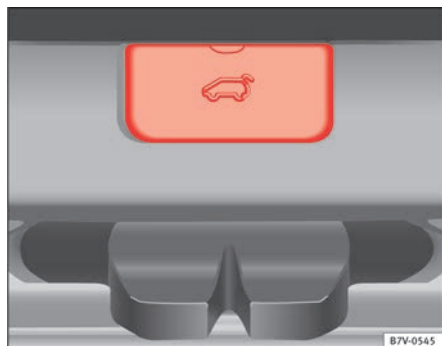

Fig. 191 Desde el maletero: Desmontaje de la tapa del portón trasero.
- Retirar la tapa cuadrada en el guarnecido interior del portón trasero ⇒ fig. 191.